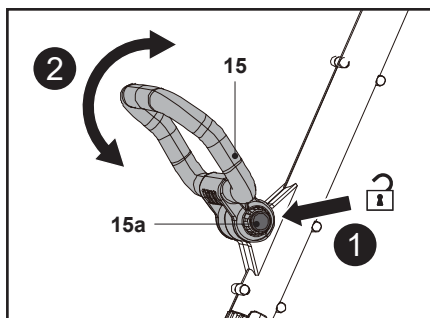

Fig. 4
1. Appuyer sur le bouton de verrouillage (15a) et le maintenir dans cette position, puis tourner la poignée secondaire (15) vers le haut ou vers le bas pour régler l'angle (Fig. 4).
2. Relâcher le bouton de verrouillage (15a) et continuer à faire pivoter doucement la poignée secondaire (15) jusqu'à ce qu'elle se verrouille. S'assurer que le système de gorges se verrouille.